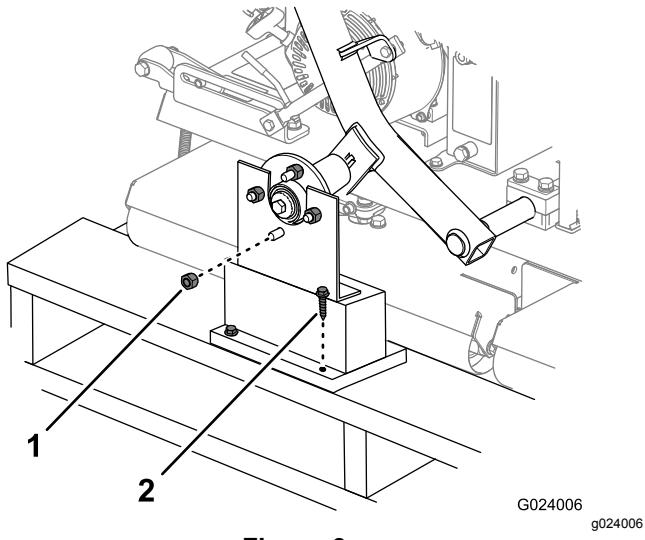

Figure 3
- Retirez les écrous de roue qui fixent les moyeux aux supports d'expédition (Figure 3). Retirez également les écrous vissés sur le goujon de chaque moyeu de roue.